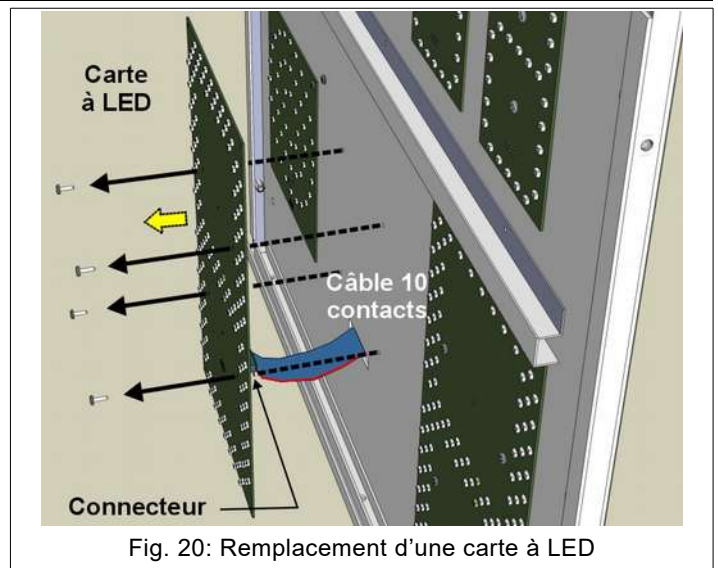

Fig. 20: Remplacement d'une carte à LED
2. Avec le tournevis, ôtez les vis de serrage de la carte à remplacer (Fig. 20); écartez légèrement la carte de sa position pour enlever le connecteur du câble plat.